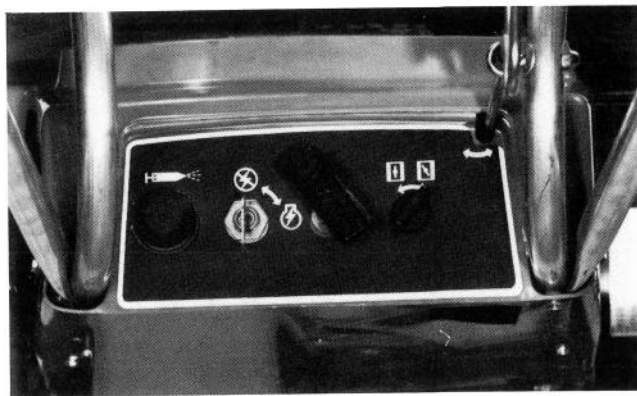

Abb. 7
2. Den Chokeyknopf nach rechts drehen (Abb. 7).
3. Den Daumen auf das Loch in der Mitte des Tufers setzen (Abb. 7) und je nach Lagerungstemperatur der Schneefräse den Tupper ein bis vier Mal betätigen. Bei Temperaturen über -7°C den Tupper ein bis zwei Mal, bei Temperaturen unter -7°C drei bis vier Mal betätigen. Bei sehr tiefen Temperaturen (unter -23°C) den Tupper fünf oder sechs Mal betätigen.
4. Den Zündschlüssel auf "Zündung an" drehen (Abb. 7).
5. Zum Anwerfen des Motors die Schneefräse mit einer Hand am unteren Griffbügel festhalten, den Startergriff (Abb. 7) fassen und mit einem kräftigen Armzug den Motor anwerfen. Wenn der Motor nach vier Startversuchen nicht anspringt, den Tupper nochmals wie oben betätigen und den Startvorgang wiederholen.
1. Den Zündschlüssel auf "Hauptstrom aus" drehen (Abb. 7).